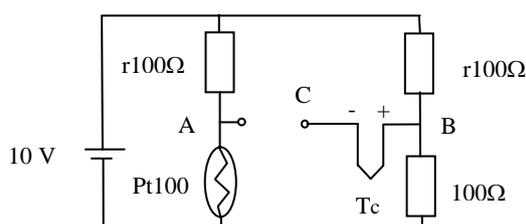

Fig. 3
- f) Para sumar la tensión de compensación generada por el circuito del apartado e) se conecta el termopar según la Fig. 3. Sabiendo que las uniones del termopar a B y C se hacen con un bloque isoterma como se muestra en la figura 1. **Se pide que calcule** $V_A - V_C = f(T_c)$ y por tanto que se puede calcular su valor a partir de los datos disponibles independientemente de T_f .